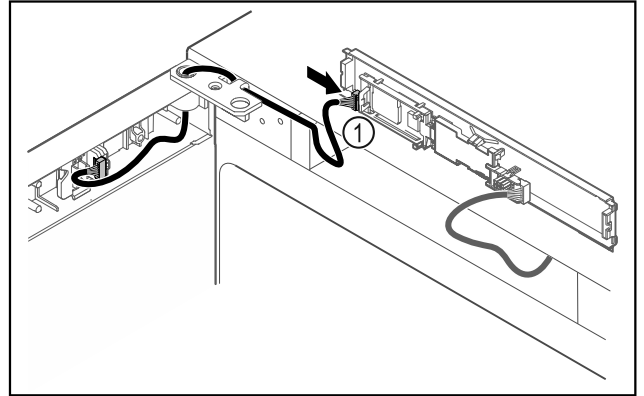

Fig. 45
- ▶ Συνδέστε το φιν Fig. 45 (1) στην πλακέτα.